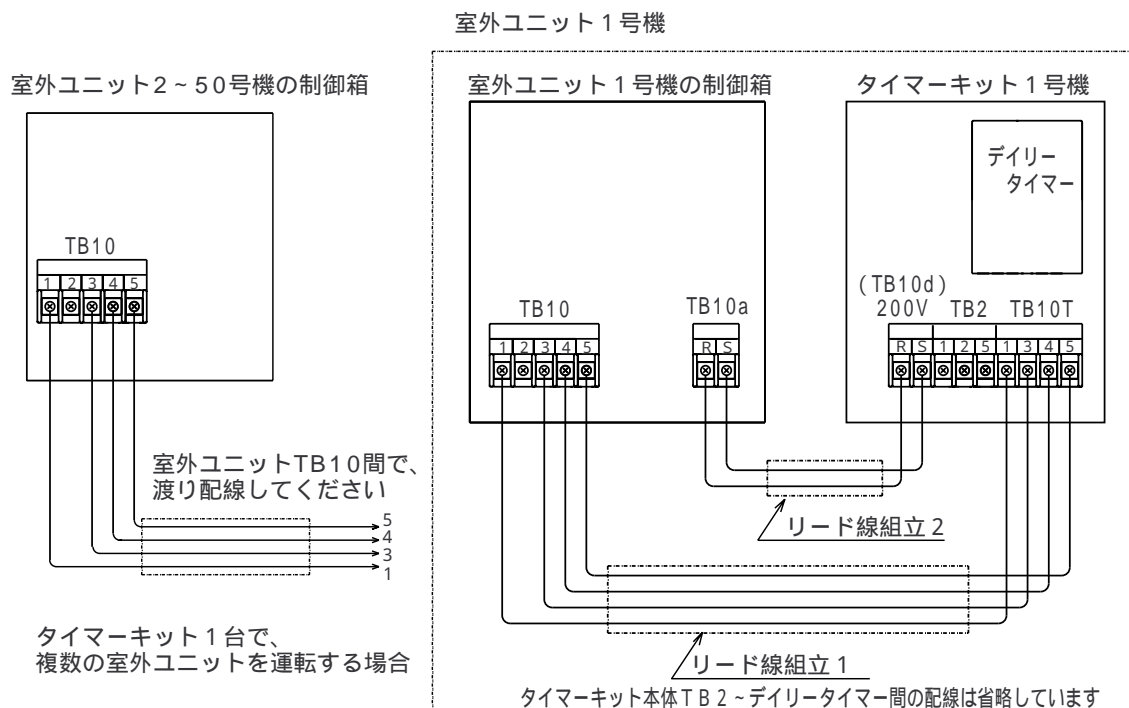

図5 配線接続図
- (1)室外ユニットの制御箱の下側カバー(取付ネジ2本)を取外してください。
- (2)室外ユニット制御箱内の端子台TB10の1, 3, 4, 5番端子と、タイマーキット端子台TB10Tの1, 3, 4, 5番端子を、付属のリード線組立1 を使って図5の様に結線してください。
- (3)室外ユニット制御箱内の端子台TB10aのR, S端子と、タイマーキット端子台TB10d(タイマーキット端子台名板には200V電源と表示してあります)のR, S端子を、付属のリード線組立2 を使って図5の様に結線してください。
- (4)タイマーキット本体の端子台下の左右と、取付板の右側面にあるケーブルクランプを使って、リード線組立1および2を固定してください。配線が板金のエッジ部分に触れない様に注意してください。
- (5)タイマーキット1台で複数台の室外ユニットを運転する場合には、室外ユニット制御箱の端子台TB10の1, 3, 4, 5端子同士を渡り配線してください。渡り配線には0.75mm²×4心のキャブタイヤケーブルをご使用ください。
- (6)室外ユニット制御箱の端子台TB10の2番端子は、蓄冷/蓄熱運転の手動切替入力端子です。通常は使用しません。手で蓄冷/蓄熱運転の切替を行いたい場合等の接続方法については、94ページの配線例をご覧ください。